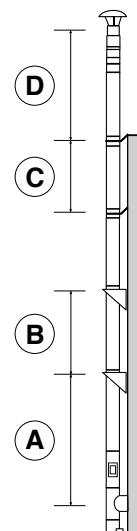

FIGURE 2
- 11 Selon la hauteur et le diamètre du conduit plusieurs supports muraux peuvent être nécessaires en plus de celui qui est en pied de conduit (cf. prescriptions sur la DoP du TUBEST COAX et dans le tableau voir figure 2).
- 13 À partir de la fixation point 12-, on installera un élément droit ainsi que le terminal. Si un élément droit supplémentaire est nécessaire, il faut installer un collier de haubanage, au maximum à 2 m au-dessus de la dernière fixation ou un mât d'accompagnement pour assurer la stabilité du tronçon final (voir figure 2).